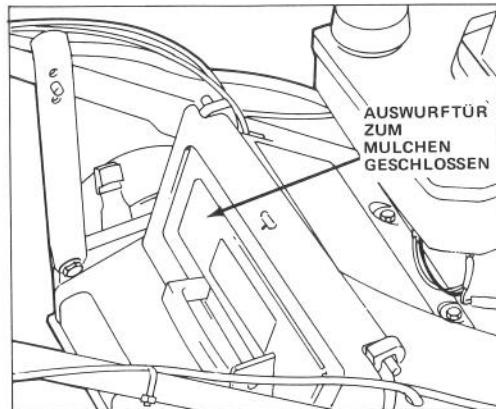

Bild 7
**MULCHEN** – Im Sommer, wenn das Gras langsamer wächst und trockener ist, den Grassack entfernen und bei geschlossener Auswurftür mulchen (Bild 7).